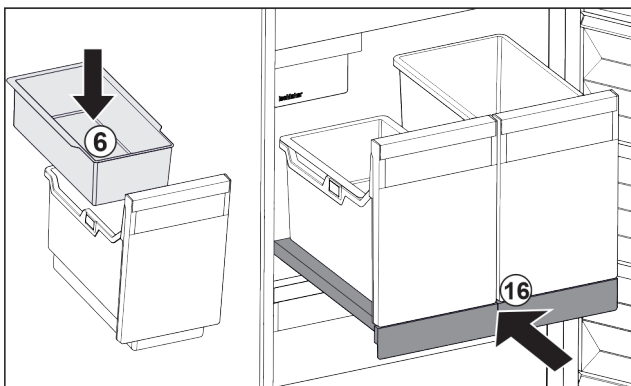

Fig. 91
- ▶ Вставити підвісний лоток Fig. 91 (6) для кубиків льоду.
- ▶ Вставити витягну панель з резервуаром (IceTower). Fig. 91 (16)